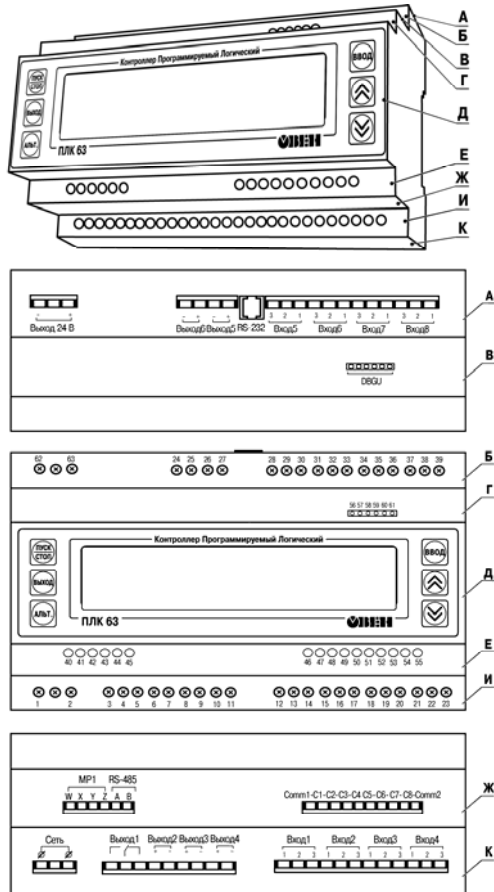

Рисунок 3.1 – Разъемные соединения, элементы индикации и управления контроллера ПЛК63.
3.3.1 ПЛК63 имеет восемь цифровых (дискретных) входов. Контакты разъема выведены на клеммы, см. рисунок 3.1 (поверхности К, И). Номера контактов и расположение интерфейсных линий приведены в Приложении Г. Обработка значений с входов осуществляется пользовательской программой ПЛК.